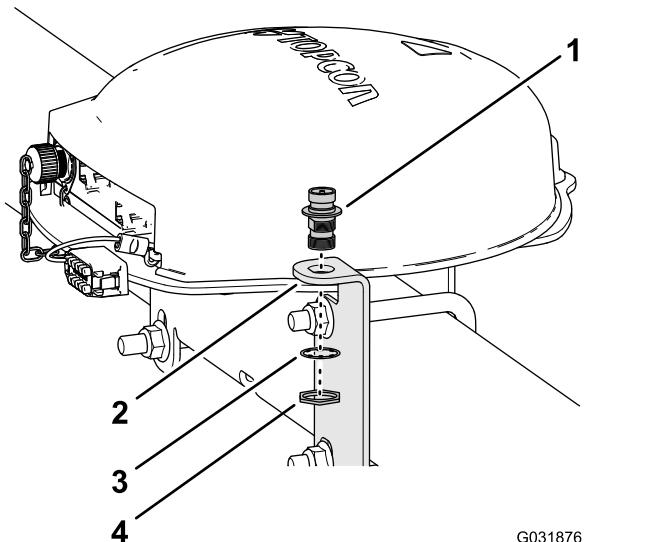

図 127
1. 同軸カップラのねじ部分を下に向けて RTK アンテナ用ブラケットの開口部に通す図 127。
- 2. ロックワッシャとジャムナットで同軸カップラをアンテナブラケットに組み付け、ジャムナットを手締めする図 127。